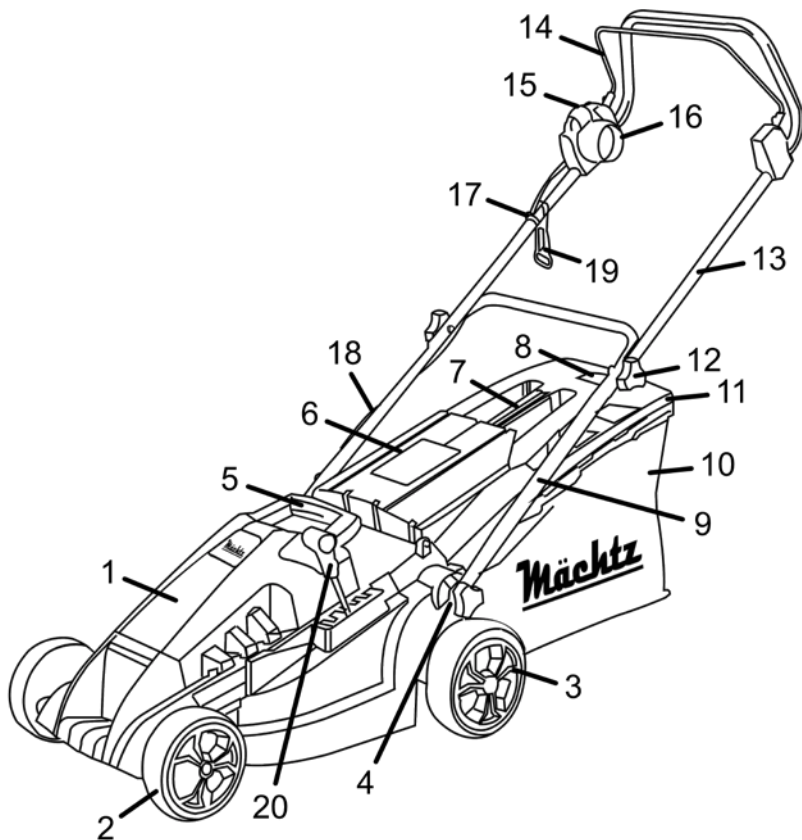

Рисунок 3
- сумістіть отвори кінців нижньої частини рукоятки з отворами кронштейнів корпусу (4, рисунок 3) і зафіксуйте їх смушковими гвинтами (дивіться рисунок 6.2);
- сумістіть верхню частину травозбірника (11, рисунок 3) з нижньою частиною (10, рисунок 3) так, щоб кліпси-клямки спрямовували до бортиків нижньої частини травозбірника. Після цього з'єднайте обидві частини травозбірника натисканнями, щоб усі кліпси-клямки зафіксувались на бортиках;
- посуньте важіль перемикавання висоти скошування (20, рисунок 3) назовні від корпусу газонокосарки;